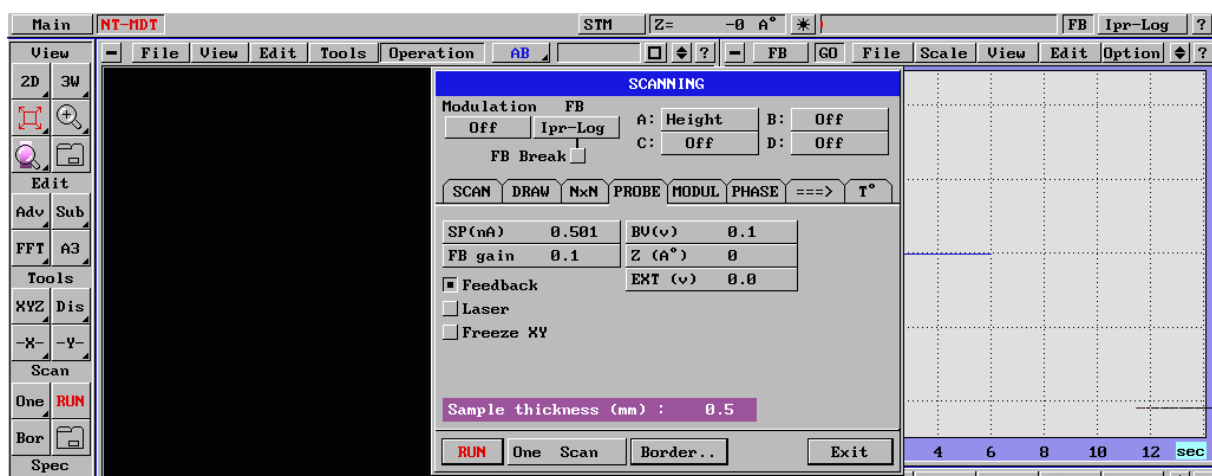

Fig. 59
- SP - 0.5 (Fig. 59)
- FB Gain - 0.1 (Fig. 59)